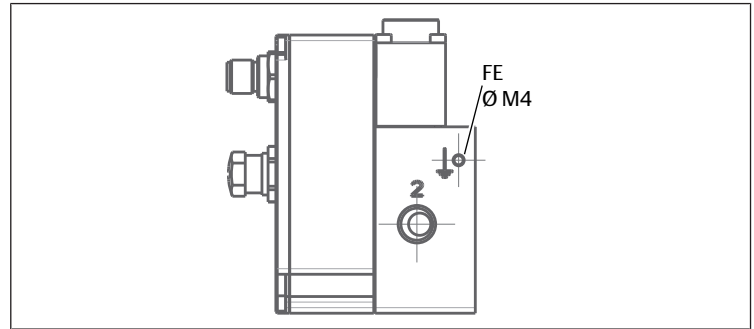

Fig. 2: Mettere a terra il corpo valvola
2. Collegare il corpo valvola per mezzo del terminale di messa a terra FE (Ø M4) a bassa impedenza alla messa a terra funzionale (FE). Vedere → Fig. 2.